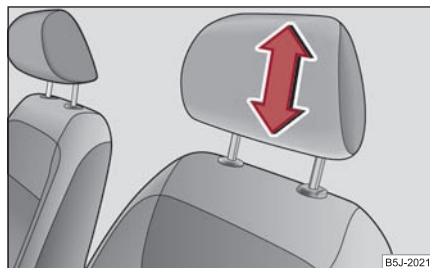

Fig. 61 Reglarea tetierei
- Cuprindeți tetiera cu ambele mâini de părțile laterale și împingeți în sensul tijelor de ghidare din metal, săgeata ⇒ fig. 61 în sus sau în jos.